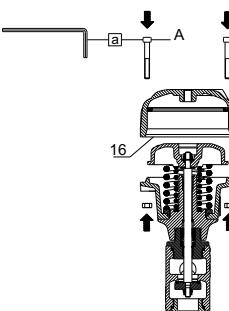

Fig. 37
- Replace and insert the seal (4) and the washer (3) and tighten the nut (2) to torque [b] while firmly holding the piston (G) with the valve assembly and disc nut (F) (Fig. 37).
Remplacer et mettre le joint (4), la rondelle (3) et visser l'écrou (2) au couple [b] en maintenant fermement le piston (G) avec l'ensemble de la vanne et l'écrou de clapet (F) (Fig. 37).
Legen Sie die neue Dichtung (4) und den neuen O-Ring (3) ein und ziehen Sie die Mutter (2) mit dem Moment [b] fest, wobei der Kolben (G) und die Einheit aus Ventil und Mutter am Ventillitter (F) festgehalten werden muss (**Abb. 37**).